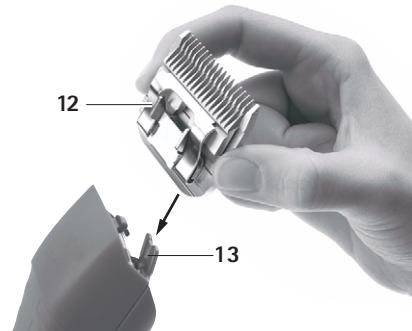

Fig. 2
- Inserire la testa di tosatura 12 sulla cerniera delle lame 13 aperta, vedere Fig. 2.
- Spingere leggermente la testa di tosatura **12** nella direzione della tosatrice FAV5 CL/FORTIS, vedere Fig. 2.